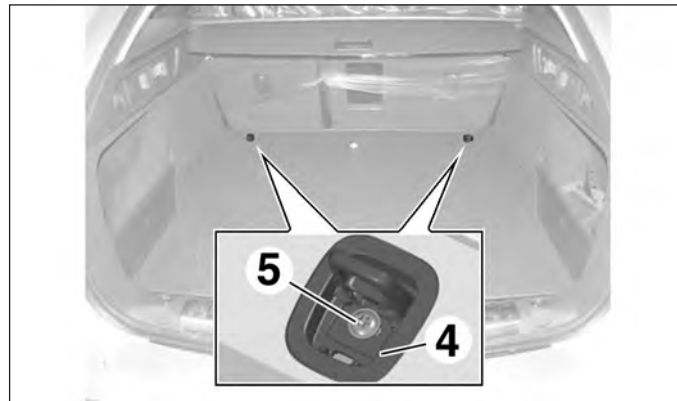
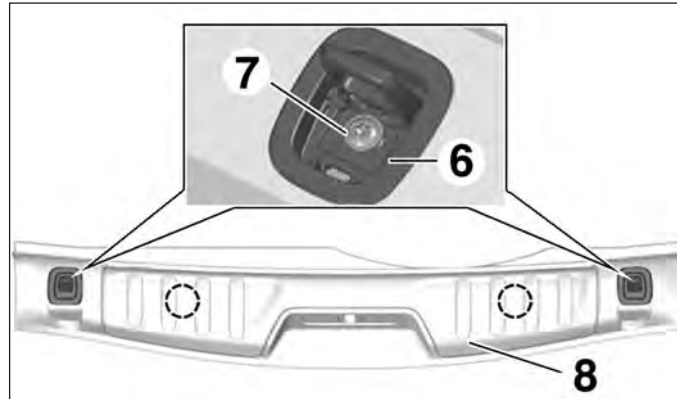

FIG.73
FIG.74
- Dégrafer le cache des points d'ancrage (4) de coffre (Fig.73).
- les vis (5),
- les points d'ancrage (4),
- Dégrafer le cache des points d'ancrage (6) (Fig.74).
- les vis (7),
- les points d'ancrage (6).
- Dégrafer la garniture (8) du seuil de hayon.